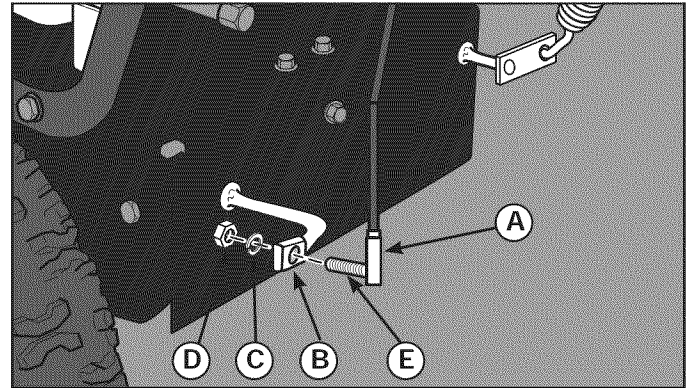

Figura 7. Conexión de la varilla de deslizamiento
1. Conecte la varilla de deslizamiento (A, Figura 7) a la palanca de cambios (B); asegúrela con la arandela de retención (C) y la contratuerca de 5/16 (D). Apriete la tuerca con una llave de 1/2 pulg. y evite que el extremo (E) gire con ayuda de una llave de 7/16 de pulg.